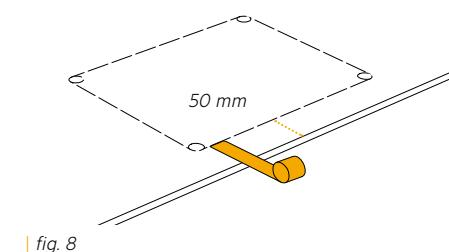

fig. 8
- S'il est nécessaire de percer des trous près du bord de la plaque, Infinity recommande une distance minimale d'au moins 50 mm entre le bord et le trou (fig. 8)